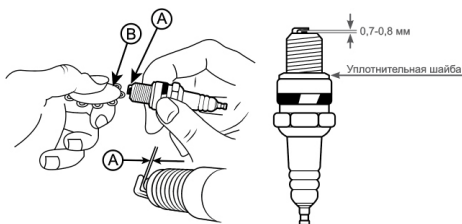

Рис. 23 Зазор между электродами свечи зажигания
4. Измерьте зазор А между электродами свечи зажигания специальным щупом В (Рис. 23). Зазор должен быть 0,7–0,8 мм (Рис. 23). При увеличении или уменьшении требуемого зазора, рекомендуется заменить свечу, так как регулировка зазора может привести к изменению качества искрообразования.